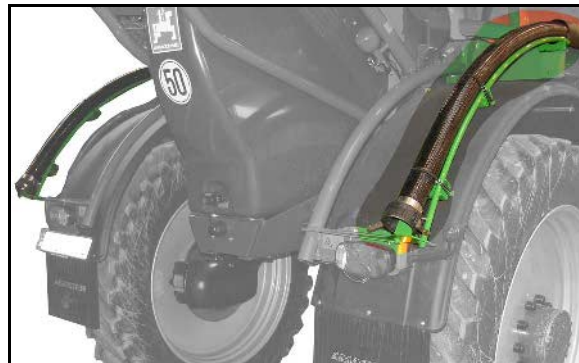

Fig. 72
- Malaxorul suplimentar se reglează de la robinetul de reglare (Fig. 72/1).
Malaxorul suplimentar este deconectat în poziția 0 a robinetului de reglare. Cea mai mare performanță de amestec se realizează în poziția (Fig. 72/2).
Siguranță pentru funcția de scurgere a filtrului de presiune (Fig. 72/3).